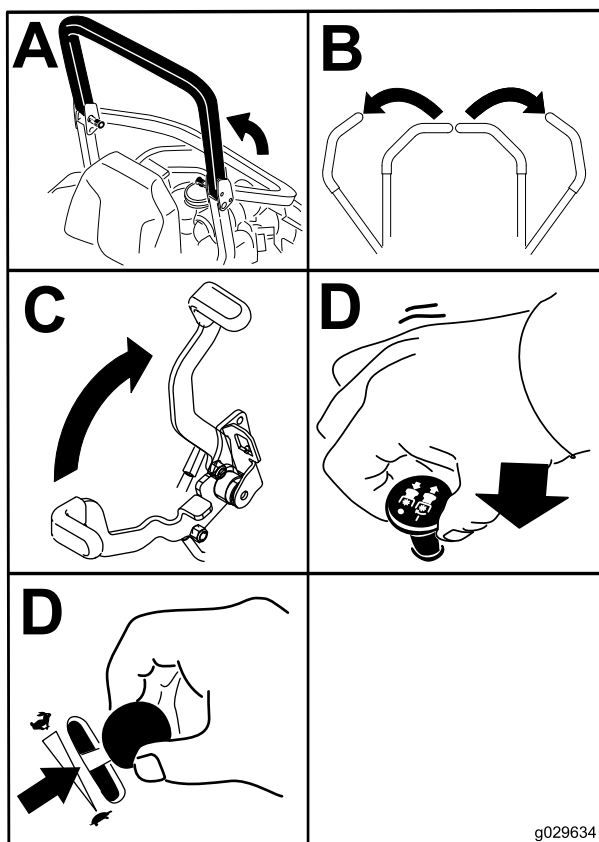

Figura 21
4. Mueva el mando de control de las cuchillas (TDF) a la posición de DESENGRANADO (Figura 21).